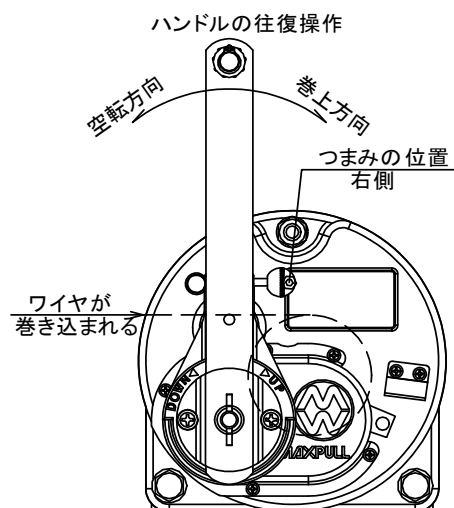

図12 巻上げの切り替えつまみの位置
- (2) ワイヤロープをドラムに巻き込む（巻上げ）ときには、12頁の図12のように切り替えつまみ（赤色のボール）をウインチ正面から見て右側にしてください。